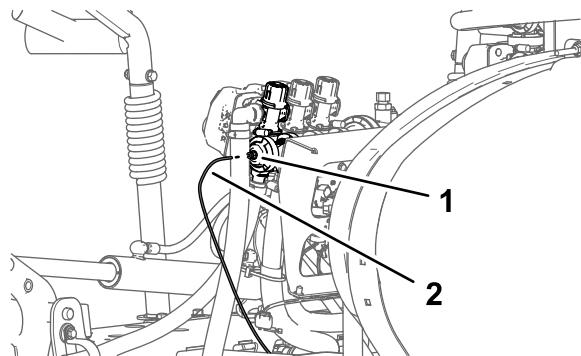

Figura 27
2. Tirate il tubo di rilevamento della pressione per il manometro del cruscotto estraendolo dall'accoppiatore del tubo (Figura 27).
1. Premete sul collare per l'accoppiatore del tubo sul tappo terminale della valvola di sezione delle barre di destra (Figura 27).